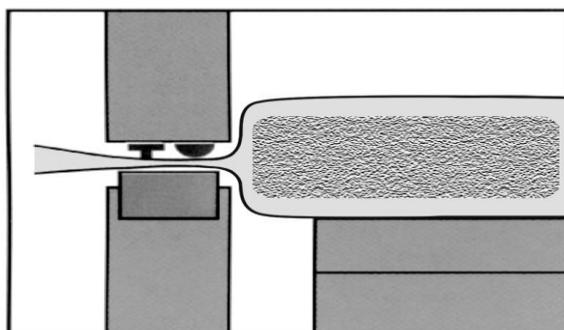

Fig.2
- Coloque la bolsa que contiene el producto en la zona de evacuación. El producto en la bolsa debe estar lo más cerca posible de la barra de sellado (ver Fig. 2) para mejorar la apariencia y permitir un mejor cierre del producto.